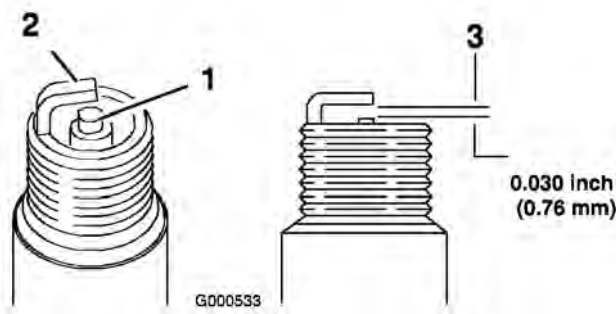

図 48
1. 中央の電極部（図 48）を観察する。
2. すきまゲージでエア・ギャップの点検を行い、隙間の大きさが適切でなければ側面の電極を注意深く曲げて調整する（図 48）。